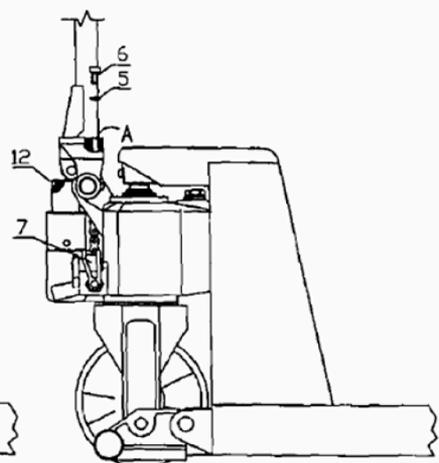

Fig. 2
El aire se puede quitar de las siguientes maneras:1. Ver Fig. 2. Girar el tornillo (12) a la izquierda y agitar lentamente la manija hasta que el aceite se desborda en este punto. Detener la manija y apriete el tornillo (12) en sentido horario.2. Coloque el gatillo en la posición de carga. Totalmente agitar el mango de 4-6 veces y luego suelte el gatillo. La operación anterior se puede hacer por varias veces hasta que el trabajo se normalice.